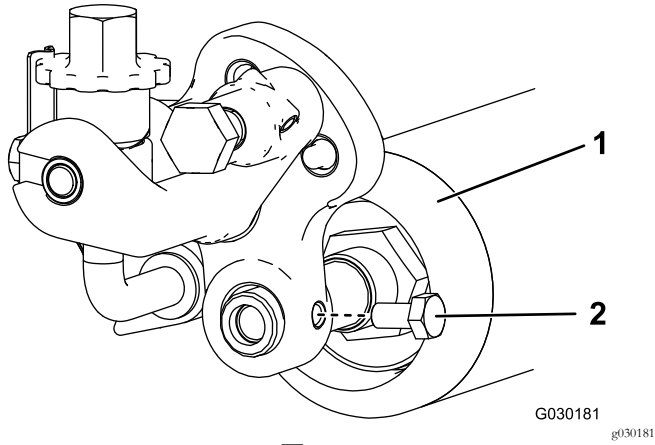

图14
- 将滚筒轴插入右调整臂、用短螺栓宽松地固定图14。
- 将滚筒放在调整臂中间、拧紧安装螺栓图14。